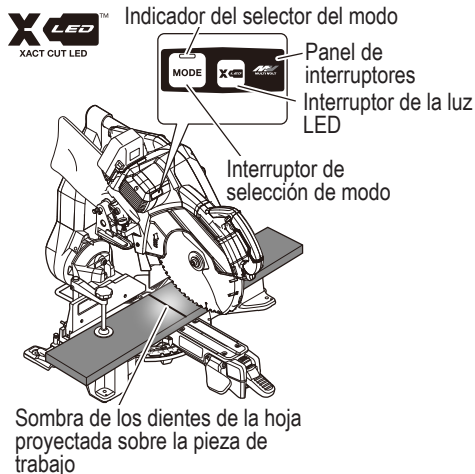

Fig. 28
14. Sistema de luces LED (Fig. 28) [XACT CUT LED™]